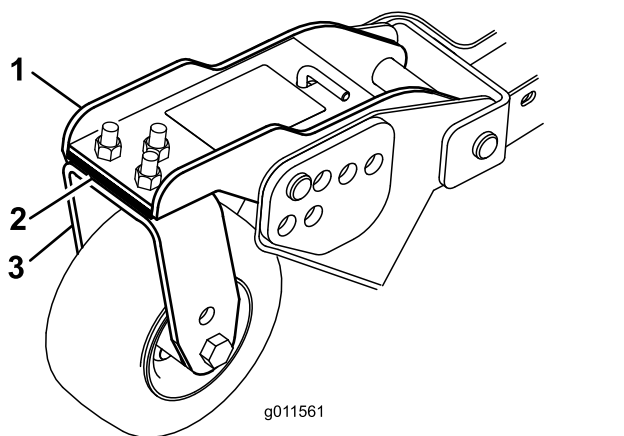

Рисунок 35
3. Отрегулируйте количество 3-миллиметровых регулировочных прокладок на рычаге (рычагах) передних поворотных колес так, чтобы высота скашивания соответствовала указанному на наклейке значению (Рисунок 35).
3. Если внутренняя кромка боковой деки газнокосилки находится слишком высоко по отношению к наружной кромке передней деки газнокосилки, снимите одну регулировочную прокладку с нижней части рычага переднего внутреннего поворотного колеса на боковой деке газнокосилки (Рисунок 35).